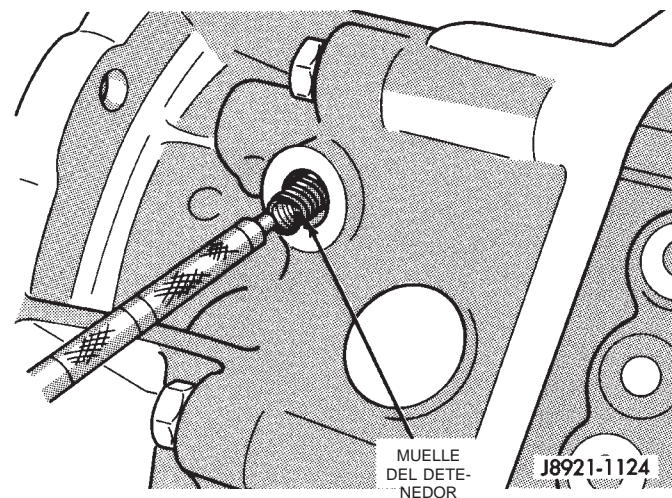

Fig. 48 Instalación del muelle del detenedor
(17) Instale el muelle del detenedor (Fig. 48).